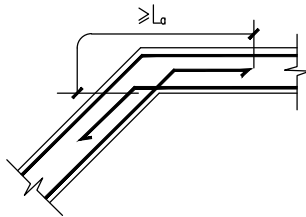

图5.1—1 折板钢筋构造
- 2、折板钢筋的构造见图5.1—1。
- 3、当板的高差≤梁宽的1/6且≤20时，支承处板面筋可连续布置图5.1—2。